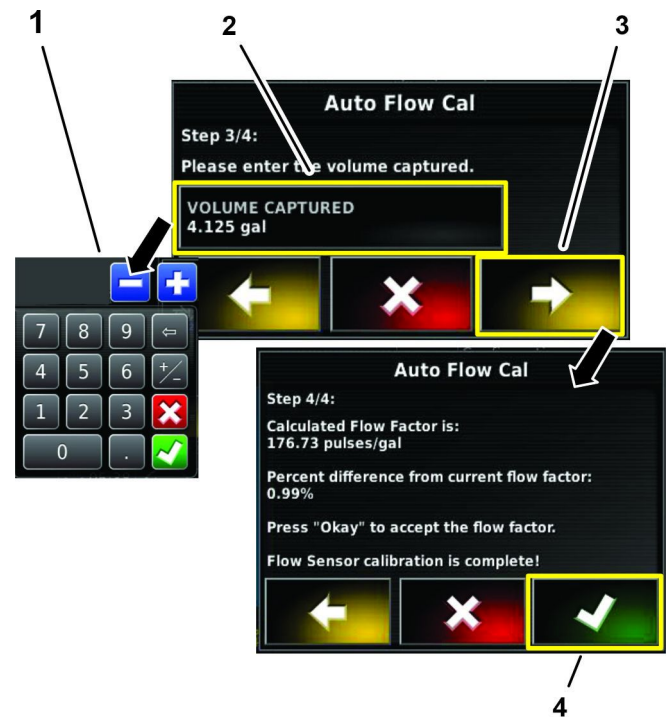
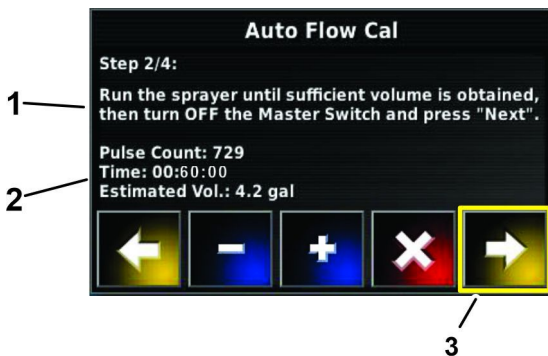

Figura 85
Figura 84
12. Inserite la quantità di liquido calcolata mediante il tastierino (Figura 84 e Figura 85).
13. Confermate il fattore calcolato per la portata (Figura 85).